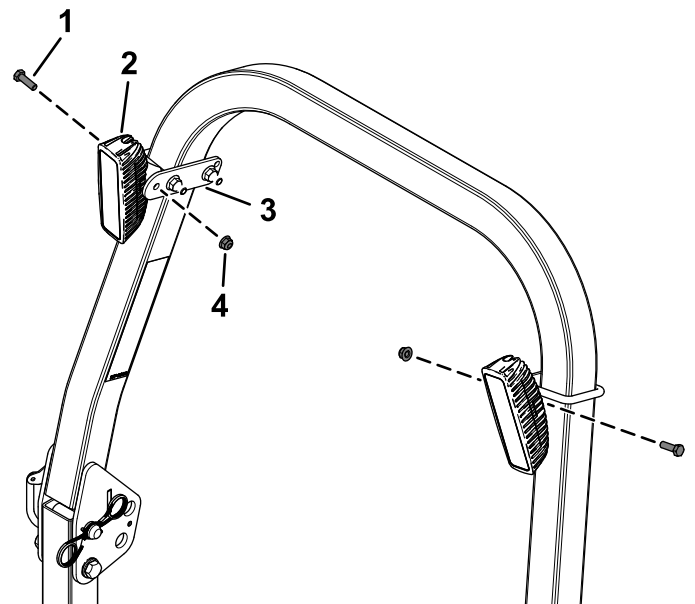

Figura 8
3. Sujete las 2 luces LED a las 2 placas de montaje usando los 2 tornillos de cabeza hexagonal ( $\frac{5}{16}$ " x 1") y 2 contratuercas ( $\frac{5}{16}$ " ), como se muestra en la Figura 8.